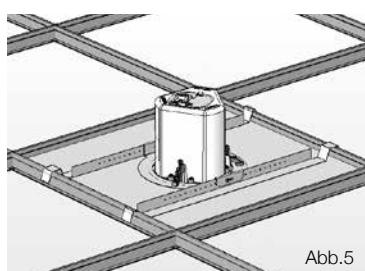

Abb.5
5. Setzen Sie die Deckenplatte wieder in die abgehängte Decke ein. Die Enden des Lastverteiler-Kits kommen auf der Gitterkonstruktion zu liegen und nehmen das Gewicht des Lautsprechers auf. (Abb.5)